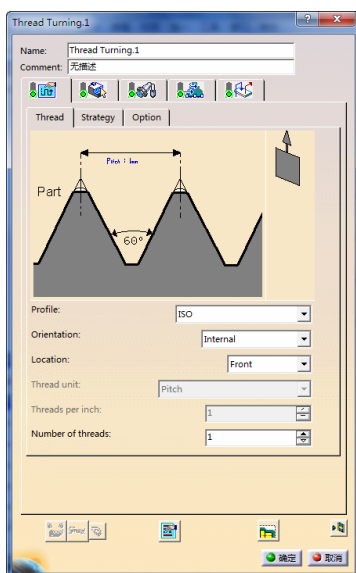

图 6-159 “Thread”选项卡（2）
- 单击“Thread”选项卡（2），在“Profile”下拉列表中选择“ISO”，在“Orientation”下拉列表中选择“Internal”，在“Location”下拉列表中选择“Front”，其他参数如图 6-159 所示。